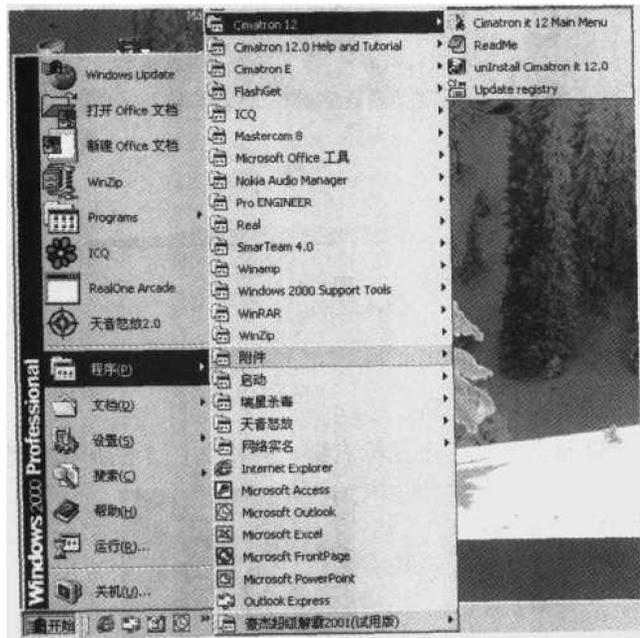
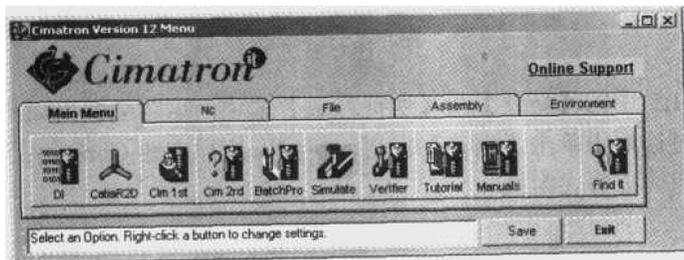
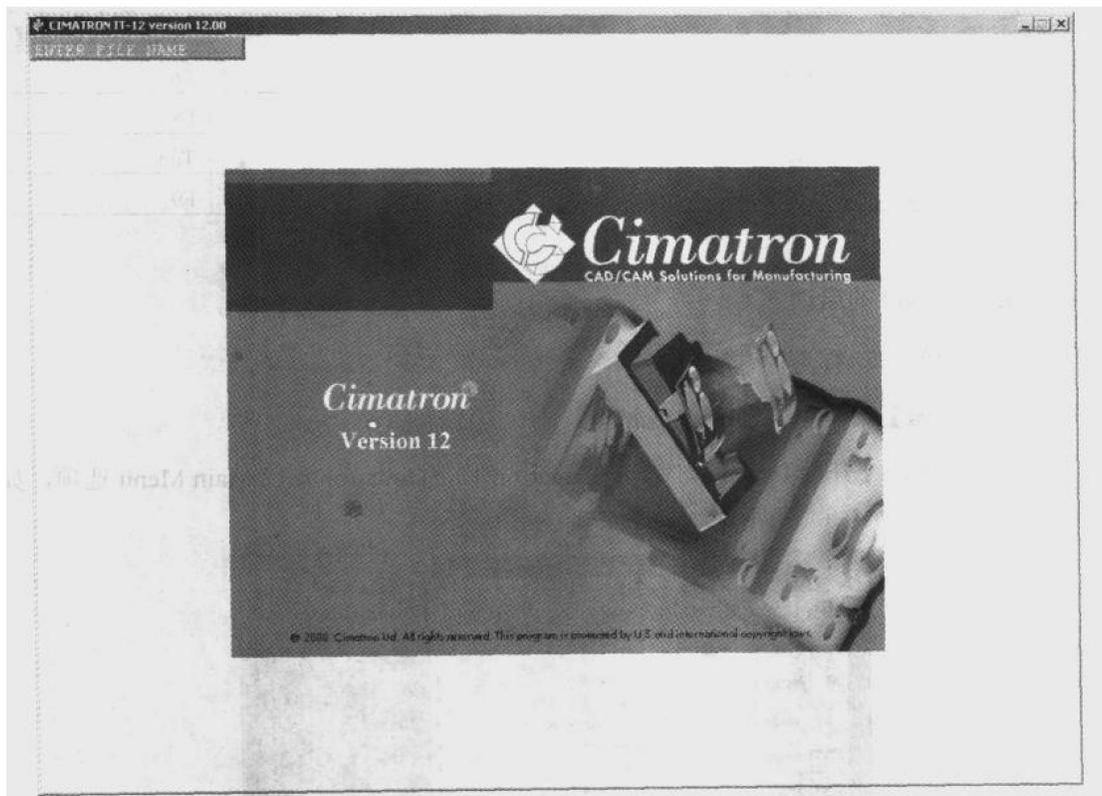

图1.2
图1.3
图 1.4
- (1) 依次单击【开始】→【程序】→Cimatron 12→Cimatron it 12 Main Menu 选项, 如图 1.2 所示, 得到如图 1.3 所示界面。
(2) 单击如图 1.3 所示的界面中 Cim 1st 选项, 即可启动 Cimatron®, 如图 1.4 所示。
- (5) 双击桌面快捷方式, 即可启动 Cimatronit(图 1.4)。